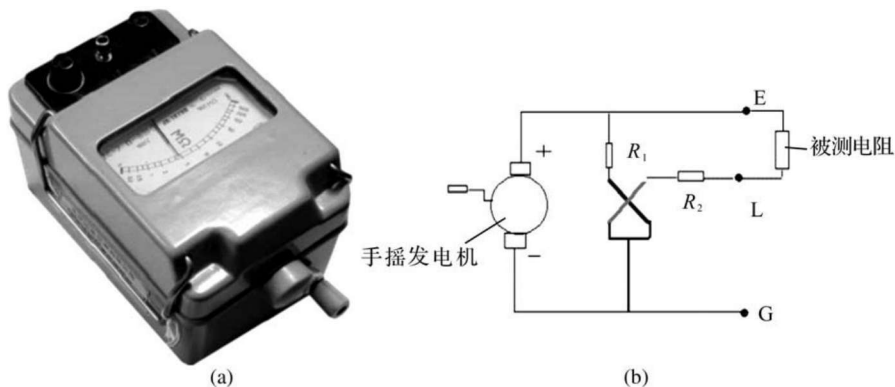

图 1-6 兆欧表
7. 兆欧表(摇表、高阻表)的使用(图 1-6)
(1)兆欧表的工作原理:如图 1-6 中的(b)所示,当被测电阻为无穷时,电流从发电机的正极经 R_1 到负极,电表线圈红,这时表针指向无穷大;当被测电阻为 0 时,又有一部分电流